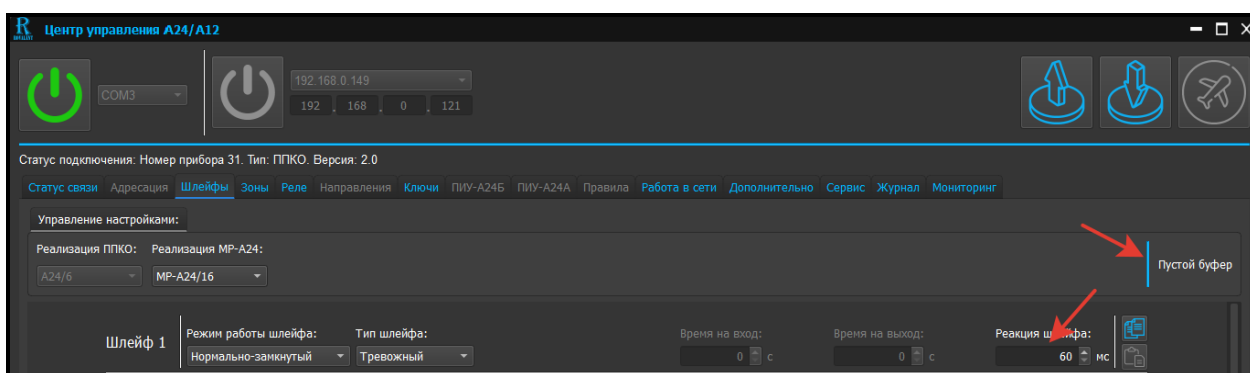

Рис. 21. Скриншот окна редактирования ШС типа «Тревожный»
4.1.2.2 Редактирование ШС типа «Тревожный» (см. рисунок 21)